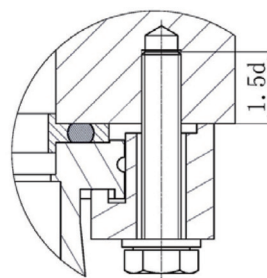

图 7 ISO-K 和 ISO-F 法兰连接
- (1) 安装前检查法兰密封表面，确保没有损伤。
- (2) 将中心支架 / 定位环和胶圈对中放入分子泵进气法兰（ISO-K 法兰），分子泵进气法兰预设胶圈槽的不用中心支架；
- (3) 如图 7 所示，使用相应数量卡钳垫块 + 螺栓将分子泵固定。